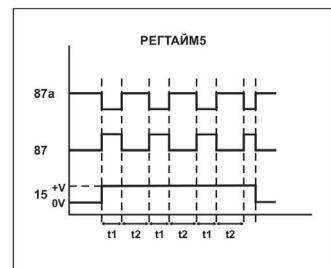

Рис.2
- 2.2 Реле начинает работать после подачи напряжения питания на вывод «15», и в процессе работы должно быть постоянно запитано (рис.2). Поэтому, для включения/выключения реле, следует использовать кнопку с фиксацией (или тумблер).